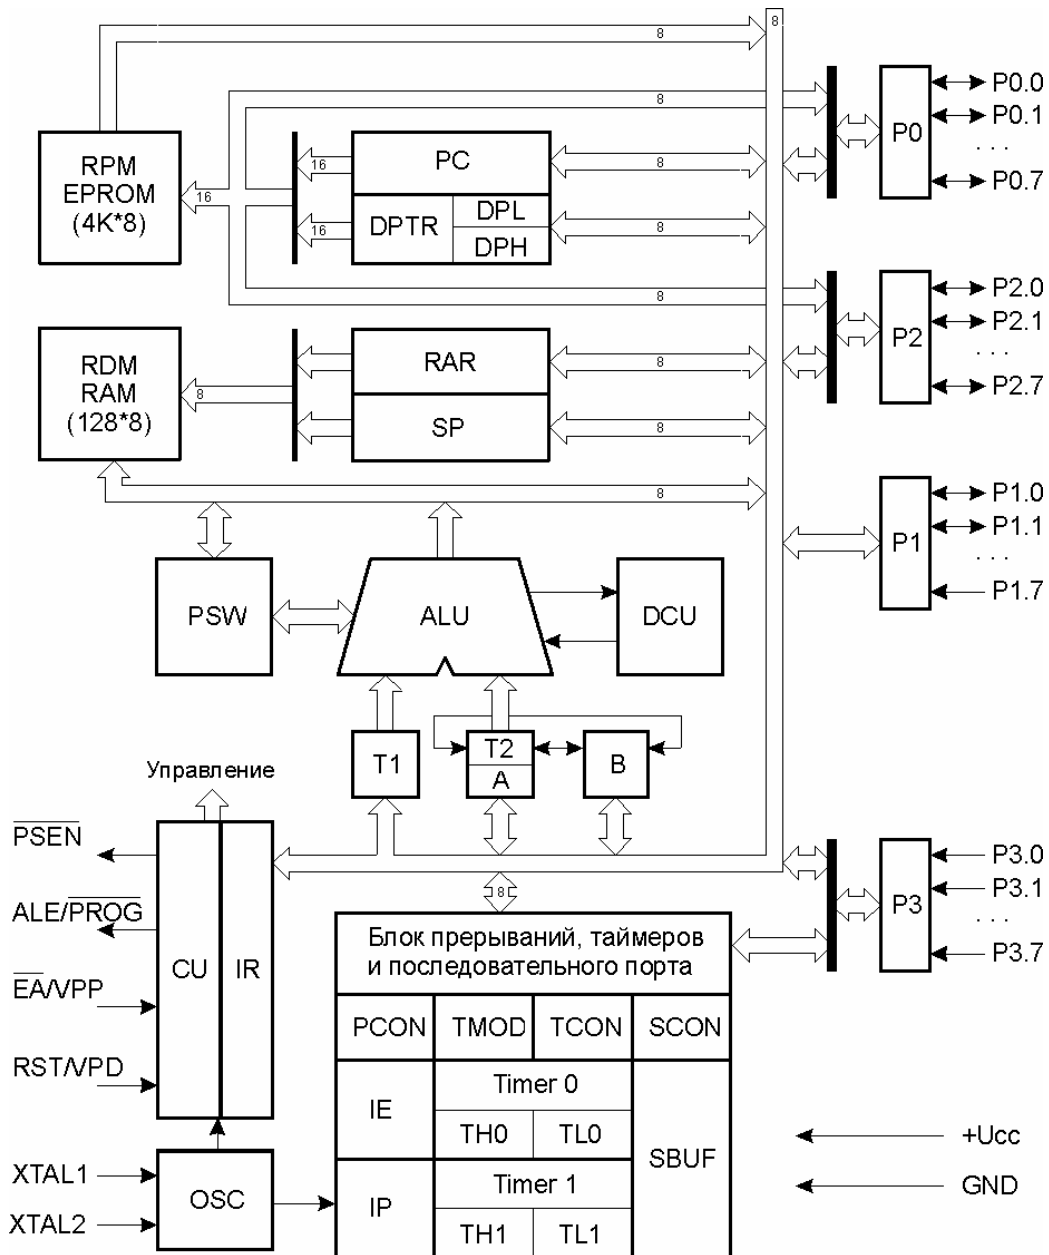

Рис. 2. Структурная схема MCS51
Основу структурной схемы MCS51 (рис. 2) образует внутренняя двунаправленная 8-битная шина, которая связывает между собой все основные узлы и устройства: резидентную память программ (RPM), резидентную память данных (RDM), арифметико-логическое устройство (ALU), блок регистров специальных функций, устройство управления (CU) и порты ввода/вывода (P0-P3).